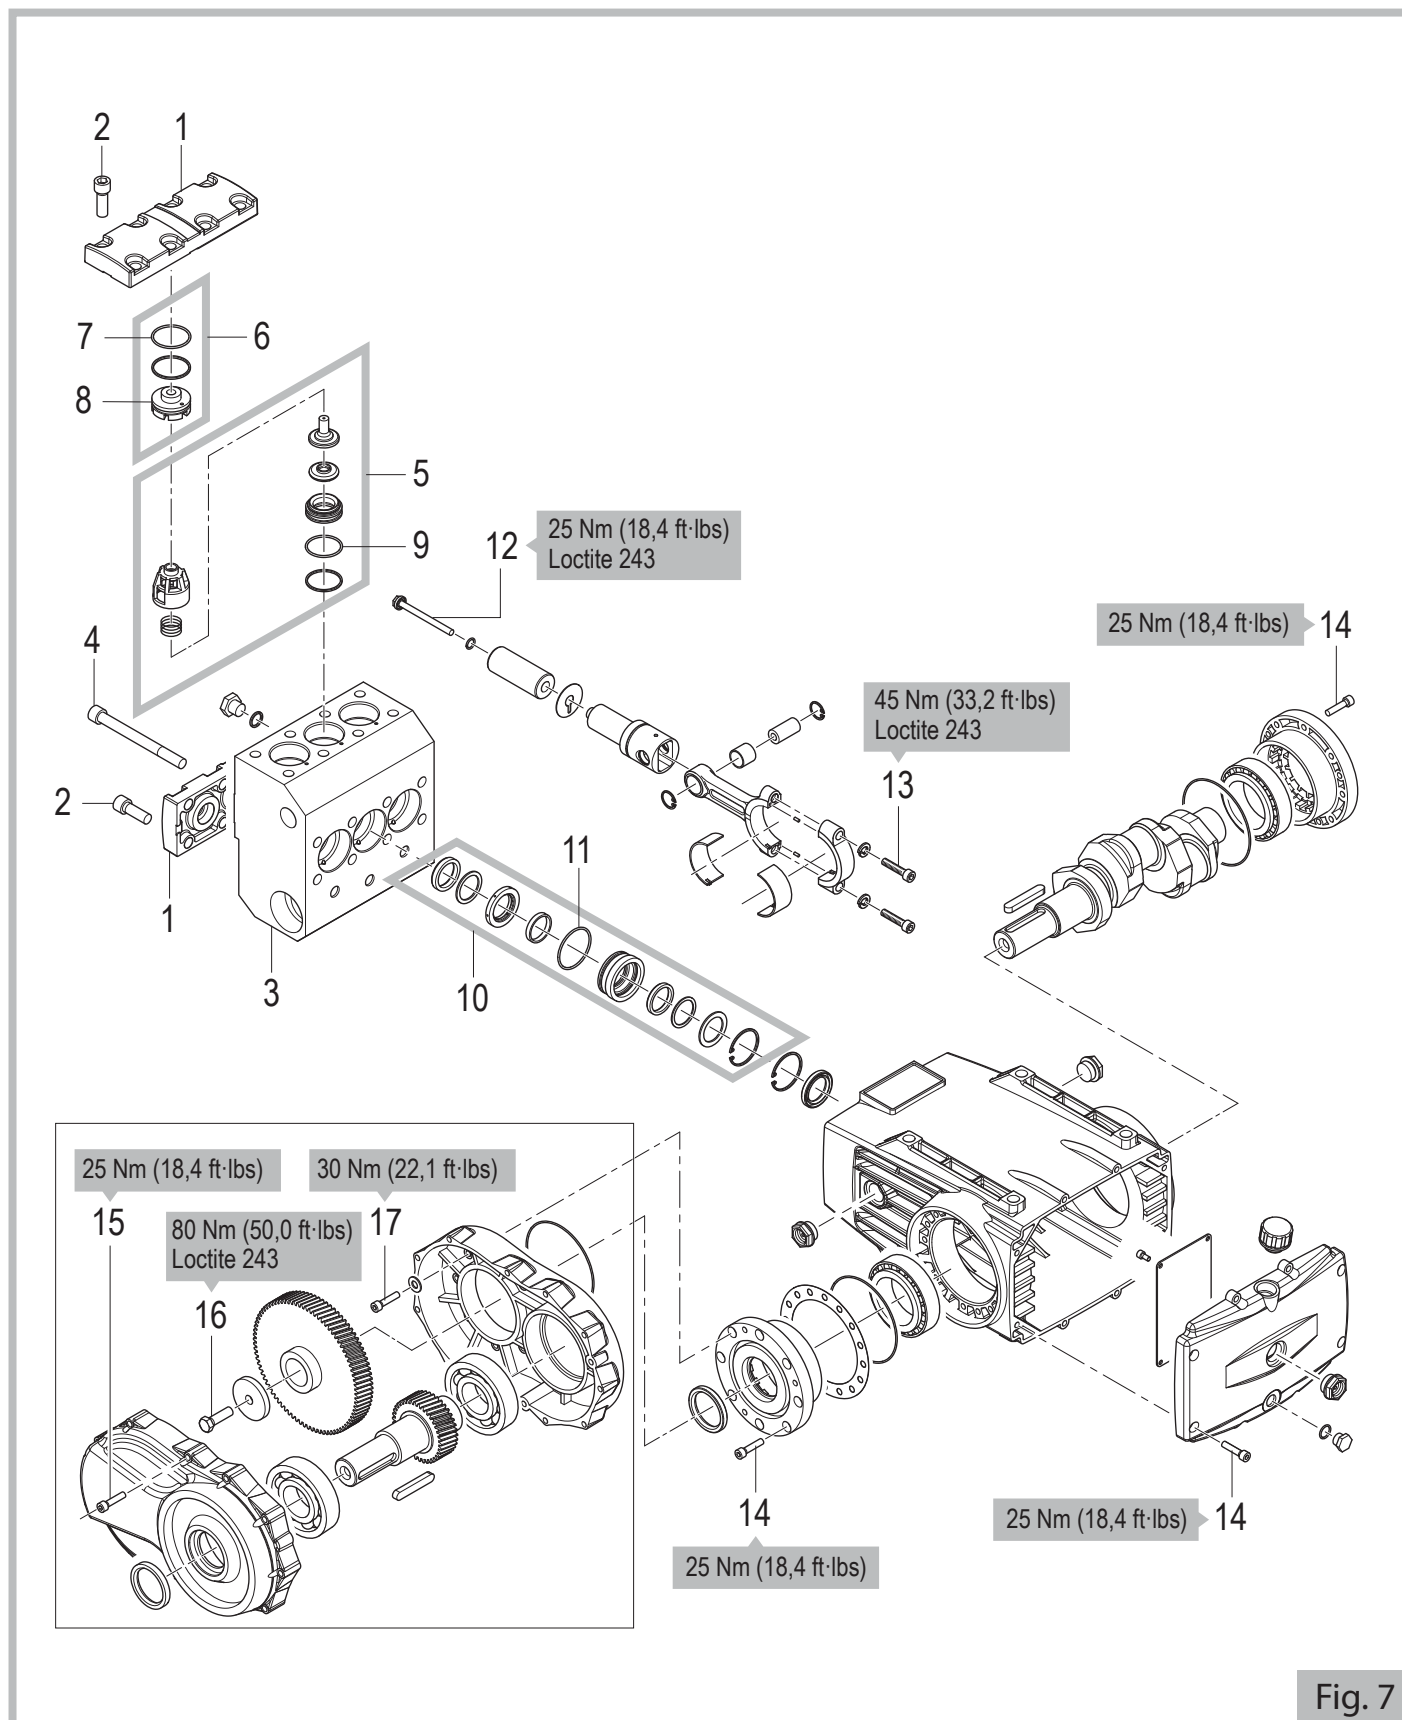

Fig. 7
A numeração dos componentes está ilustrada no desenho pormenorizado da fig. 7.
A numeração dos componentes está ilustrada no desenho pormenorizado da Fig. 7.
(referências ao desenho pormenorizado Fig. 7 - pos. 2 e 4)